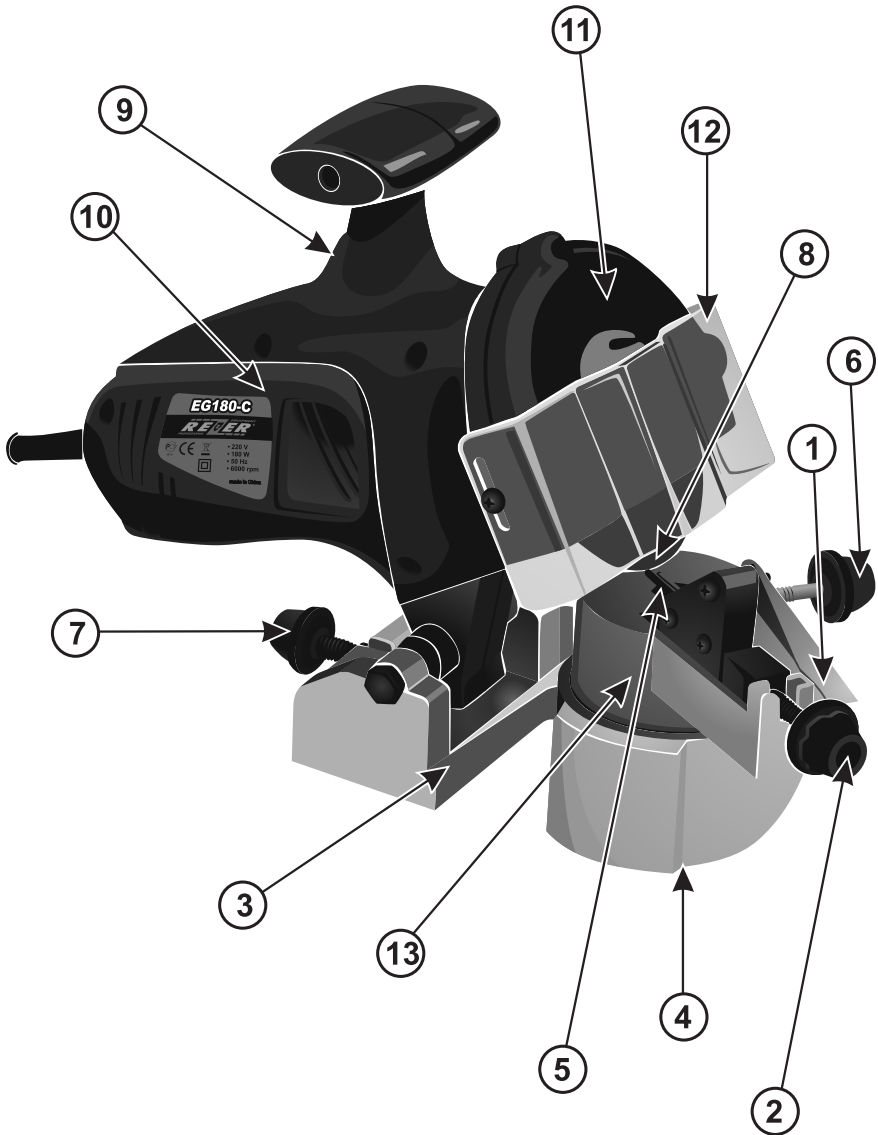

Рис. 1. Описание
2. ОПИСАНИЕ (рис. 1)
- Никогда не работайте со станком без кожуха 11 (рис. 1), защищающего заточной диск.
- Всегда проверяйте заточной диск 8 (рис. 1), включив станок на 30–60 сек без контакта его с цепью.
- Ослабьте гайку 4 (рис. 1) и установите стрелку блока установки цепи 13 (рис. 1) на нужное значение угла шкалы угломера. Цепи имеют различные размеры и разные углы заточки. Проверьте по документации производителя тип цепи и далее следуйте рекомендациям приведенным в **Таблице углов заточки пильных цепей** (см. табл. 1). После того, как угол установлен, затяните гайку 4.
- Поднимите упор 1 (рис. 7) и уложите цепь в направляющие 5 (рис. 1).
- Опустите корпус и переместите цепь так, чтобы заточной диск 8 попал в выемку зуба и уперся в нее (рис. 8). Регулировку наклона корпуса производить винтом 7 (рис. 1).
- Перекиньте упор 1 (рис. 1) и вращением винта 2 переместите его в положение, при котором он упрется в зуб, с которого Вы хотите начать заточку, поднимите корпус.